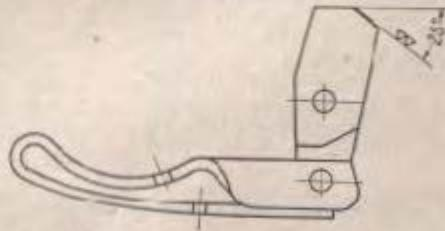

Рис. 32. Восстановление рабочей грани защелки магазина
(I) При скруглении рабочей грани защелки магазина восстановить угол наклона рабочей грани, опилив ее личником Напильником по рис. 32.